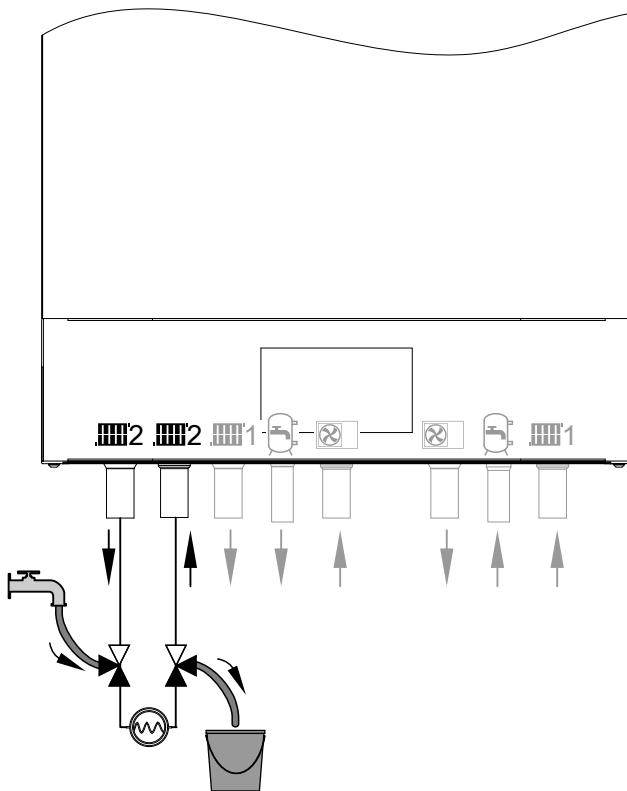

Abb. 77
4. 3-Wege-Kugelhähne im Vor- und Rücklauf Heiz-/Kühlkreis 2 gemäß Abb. 77 öffnen. Heizwasser über den Befüllschlauch einströmen lassen.